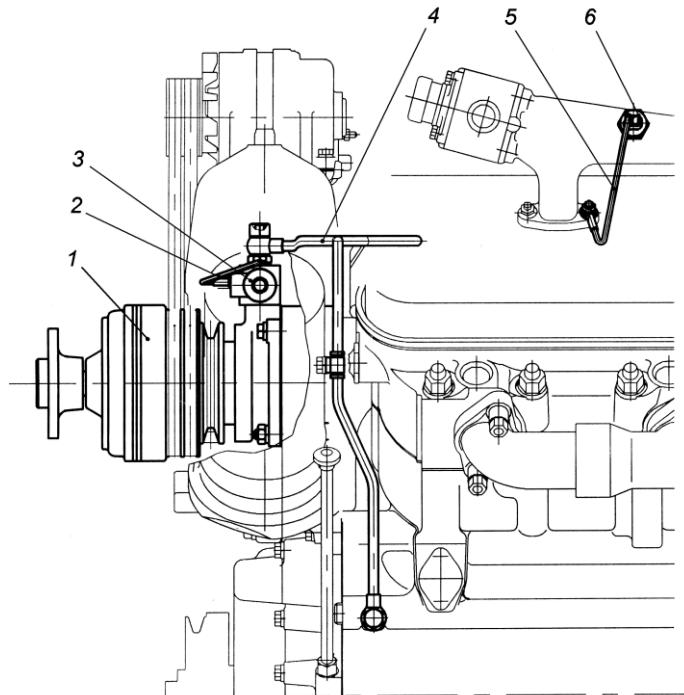

Рис. 45. Расположение деталей привода вентилятора с электромагнитным клапаном на двигателе:
**ВКЛЮЧАТЕЛЬ ЭЛЕКТРОМАГНИТНЫЙ** (рис. 45–48). Особенности работы электромагнитного выключателя заключаются в том, что от термореле поступает электрический сигнал к